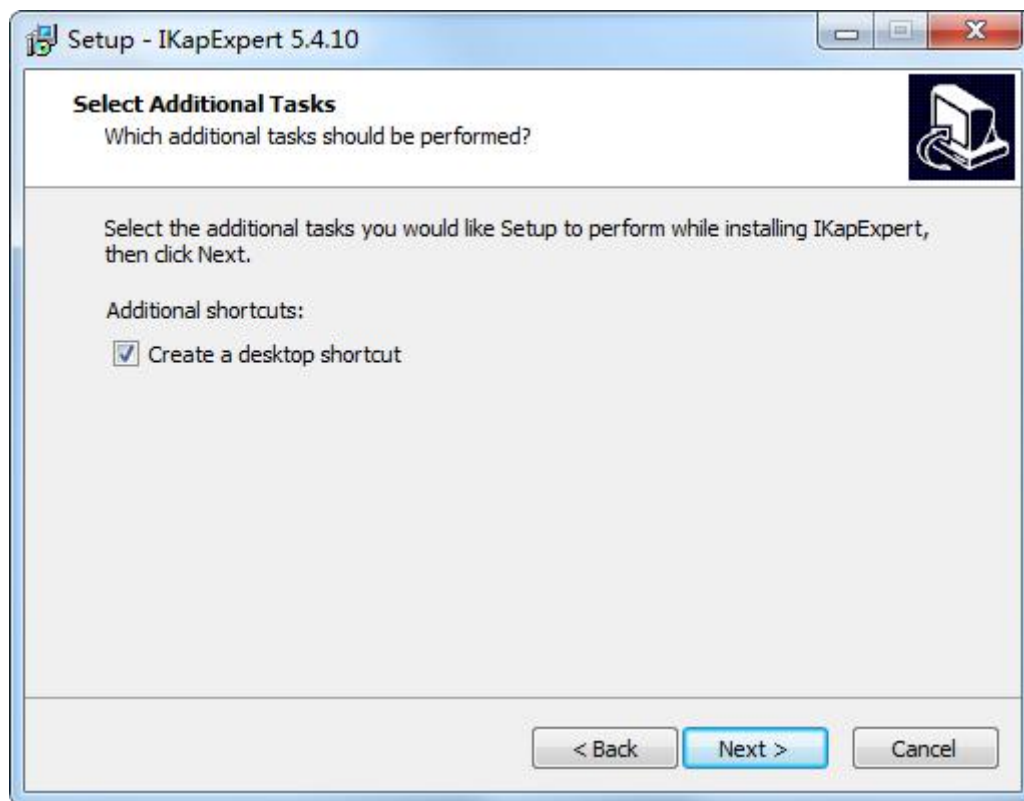

图 1 Vulcan-CL 软件安装开始界面
(1) 运行 IKapSetup.exe 程序，该程序将引导用户安装 Vulcan-CL 采集卡所必须的驱动程序、应用管理软件和运行库。
(2) 安装程序界面如图 1 所示。点击“Next”继续。